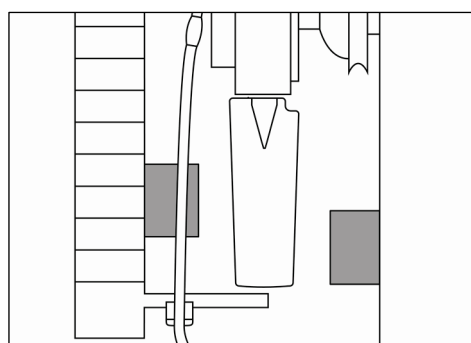

Fig. 35
- 30) Asegúrese de que las aspas situadas en diagonal no colisionen con ningún objeto delante ni detrás del ventilador (distancia mínima de 5 mm (0,196"), véase la Fig. 35).